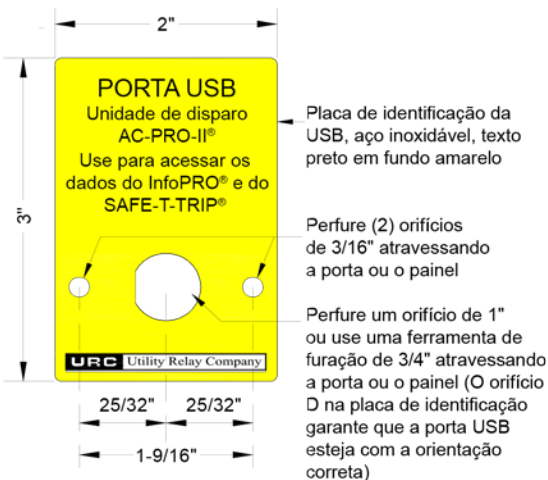

Figure 5.6: Perfuração de placa de extensão USB
1. Encontre um local adequado na porta do alojamento e marque os três (3) orifícios usando as dimensões da Figure 5.6.
2. Perfure dois (2) orifícios de montagem de 3/16.
4. Fixe a placa de identificação da USB na parte frontal da porta do alojamento usando os dois (2) parafusos 8-32, as porcas e as arruelas de travamento fornecidos.